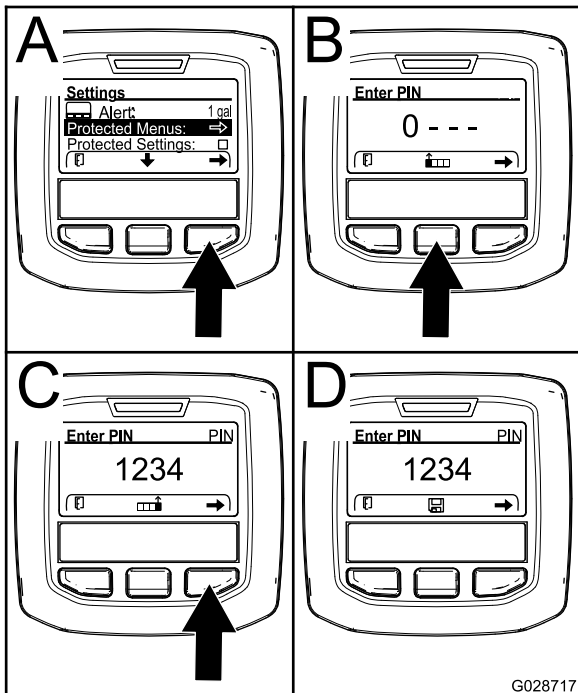

Figura 72
4. Pulse el botón de selección derecha para seleccionar Menús protegidos (Figura 72 A).
- Pulse el botón de selección central (Figura 72 A) para aumentar el valor numérico (de 0 a 9).
- Pulse el botón de selección derecha (Figura 72 C) para mover el cursor hasta la siguiente posición numérica a la derecha.
Nota: Aparece el icono Guardar encima del botón de selección central (Figura 72 D).